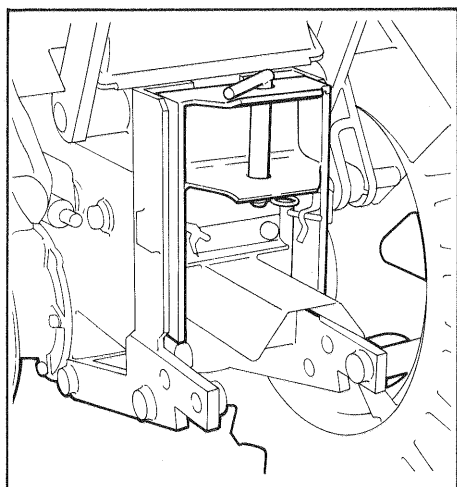

Fig. 11 - Bild 11
- a) **Per i rimorchi a due assi** è consigliabile fare in modo che il timone assuma una posizione all'incirca orizzontale (vedere la fig. 11), ma non troppo in alto nè troppo in basso come avverrebbe impiegando rimorchi inadatti.
- a) **For two-axle trailers:** it is suggested the drawbar be given a horizontal position; care should be taken not to have it too high or too low, as in the case of trailers not made fit to (see fig. 11).
- a) **Pour les remorques à deux essieux** il est recommandé d'avoir le timon en position horizontale (voir fig. 11), mais ni trop en haut, ni trop en bas, comme il arriverait si des remorques inadaptées devaient être raccordées.
- a) **Für Zweiachsanhänger** wird empfohlen die Zugdeichsel ungefähr waagerecht anzuordnen, jedoch weder zu hoch noch zu niedrig, wie es bei Verwendung von ungeeigneten Anhängern der Fall wäre (siehe Bild 11).